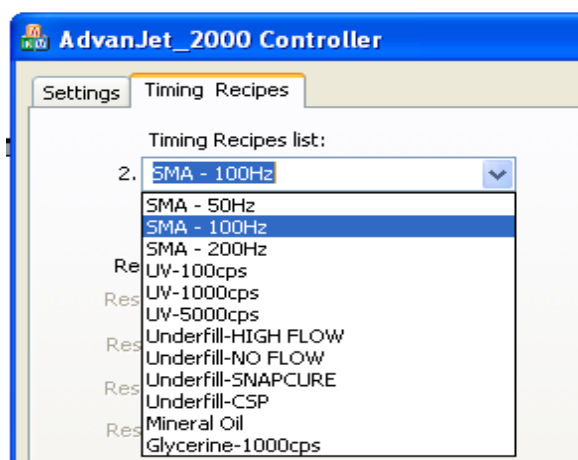

图 6-2：计时配方清单
**计时配方清单：**最多可编程十二个计时配方。每个计时配方都具有其独特名称。由于配方名称将被用于识别流体的数值，同时也被用于在设置屏幕中的配方清单中显示，因此应尽量采用特定流体或材料的类型 (SMA-100Hz、UV-100 cps) 或部件编号作为配方名称，如左侧图 6-2 所示。